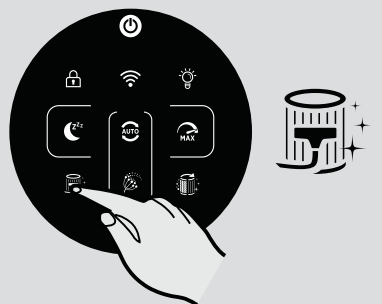

Fig. 12
Fonction NETTOYAGE DU FILTRE ALERT (alerte nettoyage filtre) [Fig. 12]:
- Appuyez et maintenez enfoncé le bouton NETTOYAGE DU FILTRE (nettoyage filtre) ou le bouton FILTER REPLACEMENT (remplacement filtre) pendant 3 secondes, un signal sonore retentira pour indiquer le rétablissement de l'alerte et le bouton sera éteint. [Fig. 12,13]